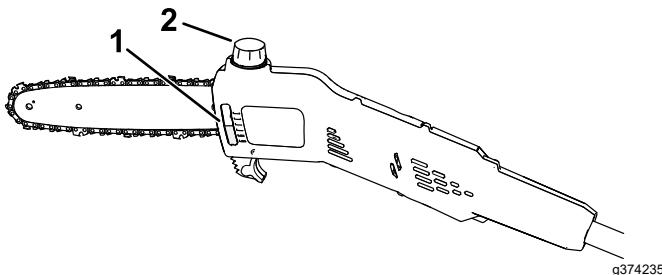

Bild 15
2. Prüfen Sie den Ölstand im Schauglas. Wenn das Öl im Ölschauglas nicht sichtbar ist, füllen Sie je nach Bedarf Kettenöl nach (Bild 15).
4. Reinigen Sie den Bereich um den Öldeckel (Bild 15).
5. Nehmen Sie den Deckel ab und gießen Sie Kettenöl in den Hochentaster, bis der Öltank voll ist (Bild 15).